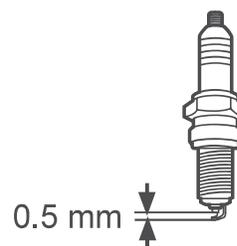

Fig. 54
- Verifique a folga da vela de ignição. Deve ser de 0,5 mm (Fig. 54).
- Em caso de substituição da vela de ignição (7a), aperte-a à mão primeiro e depois volte a apertar ligeiramente com a multiferramenta (31).
- Volte a colocar o conector da vela de ignição (7); certifique-se de que a base de borracha em torno do conector da vela de ignição está na posição correta.